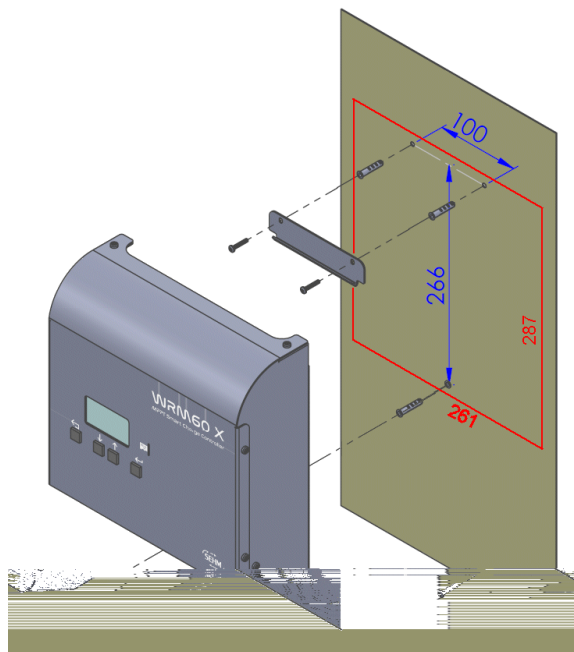

Fig. 5 - Montage mural
- Fixer le support au mur à l'aide des chevilles et des vis (fournies), puis fixer l'onduleur à l'aide de la plaque située sur le dessus de l'appareil. Enfin, fixer le régulateur au mur à l'aide du trou prévu à cet effet au bas de l'appareil. Le tout comme indiqué dans la Fig. 5.